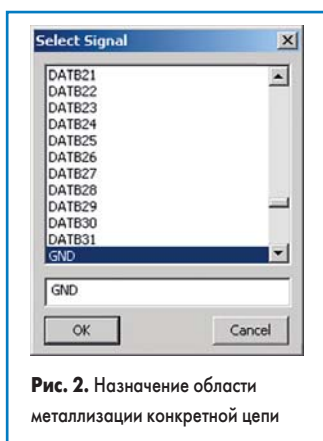

Рис. 2. Назначение области металлизации конкретной цепи
- Copper. Область металлизации на текущем слое, которая может быть соединена с конкретной цепью (рис. 2). Задается только на одном конкретном слое.